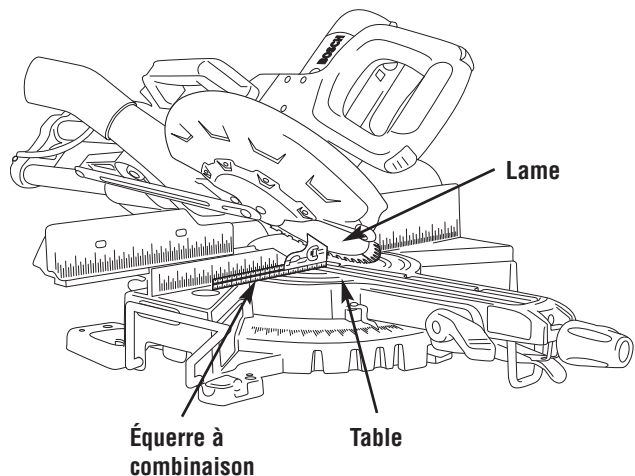

Figure 9. Lame à 45° par rapport à la table
5. Desserrez la poignée de blocage de biseau et inclinez la tête au biseau de 45°. Vérifiez la butée de biseau de 45°. L'indicateur de biseau doit être sur la marque 45°, et la butée de biseau de 45° doit être entièrement en contact avec la vis d'arrêt de biseau de 45°. Placez l'équerre à combinaison sur la table et appuyez-la contre la lame. La lame doit être en contact avec toute la longueur de l'équerre à combinaison (Figure 9).